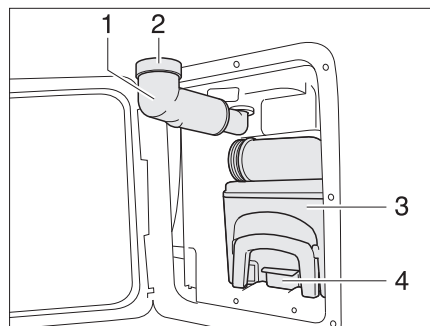

Fig. 141 Cassetta Thetford
- Ruotare il bocchettone di riempimento dell'acqua potabile (Fig. 141,1) verso l'esterno.
- Rimuovere il coperchio a vite (Fig. 141,2).